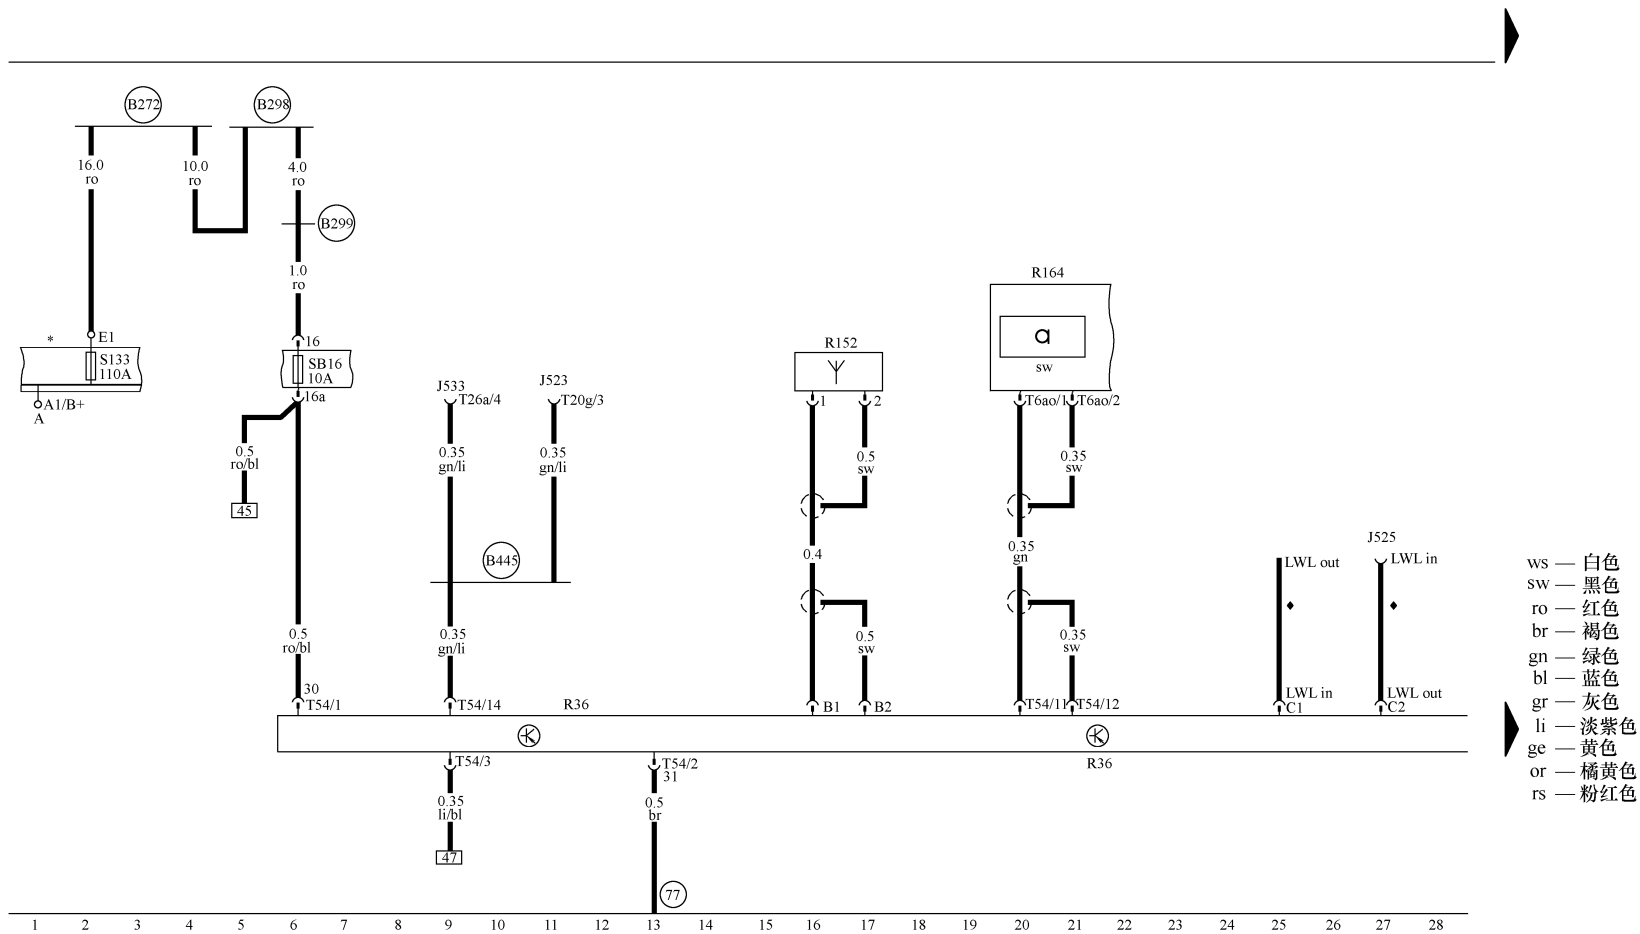
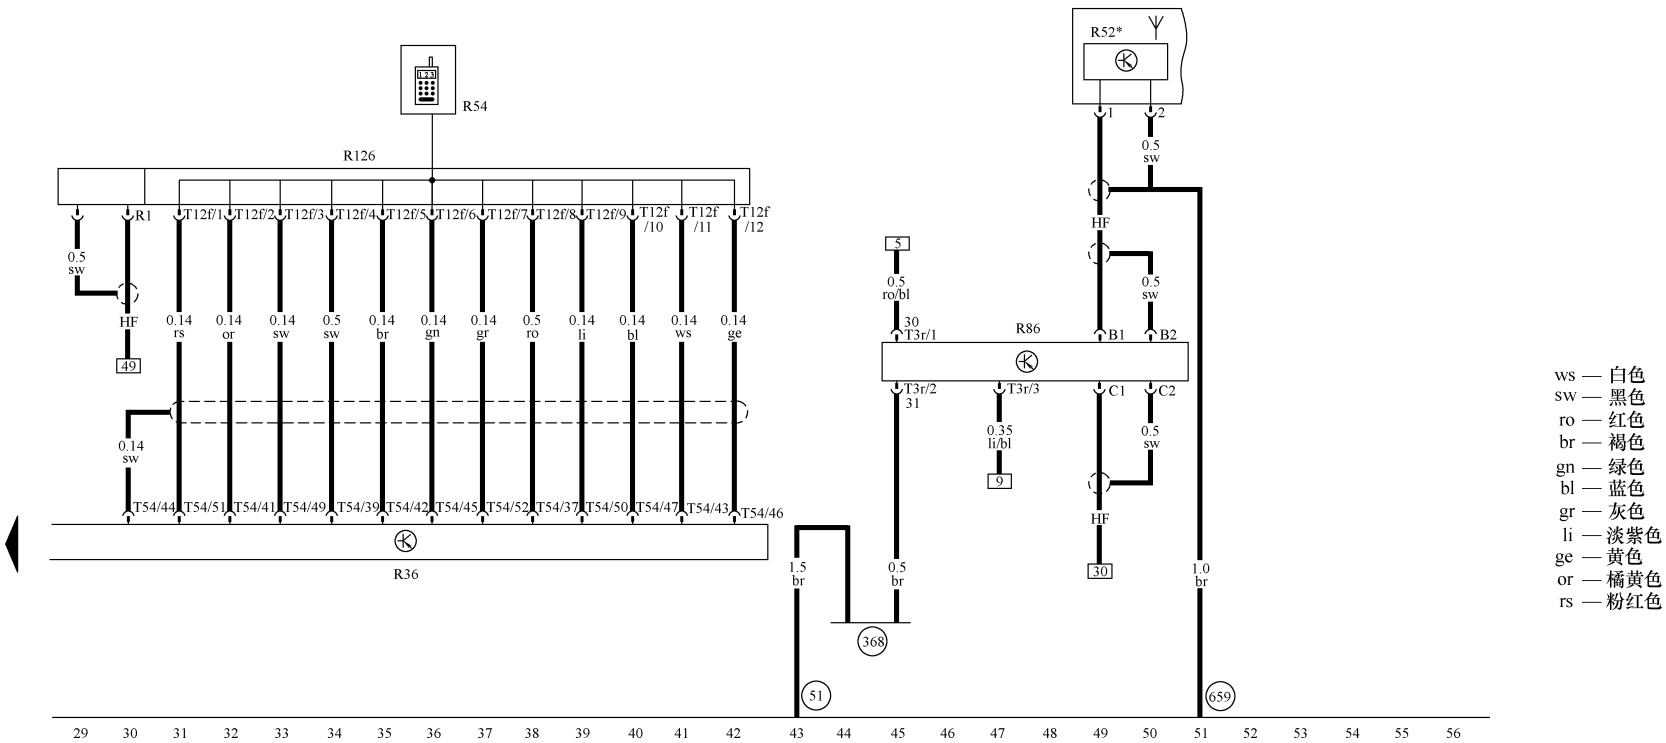

图 10-5-3 电话的发送器和接收器、蓝牙天线、前部车顶模块中的传声器单元电路图
图 10-5-4 电话的发送器和接收器、移动电话放大器、收音机/电话/导航系统天线电路图
- (2) 移动电话适配装置电路图如图 10-5-3 和图 10-5-4 所示。